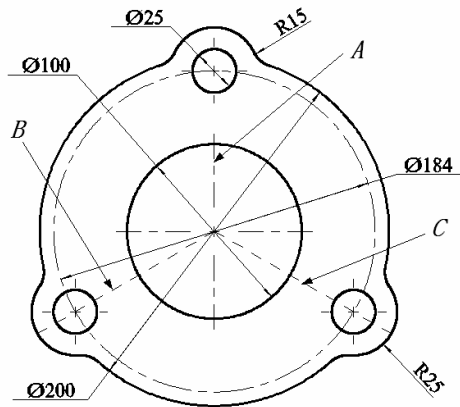

图2-7 盘类零件轮廓
【练习2-5】：草绘盘类零件轮廓，如图 2-7 所示。
1. 做 3 条互成 120° 的结构中心线 A 、 B 、 C ，再草绘 $\varnothing 184$ 的圆（为 3 个孔和 3 个凸缘定位），如图 2-7 所示。
2. 将 $\varnothing 184$ 的圆改为结构圆。选取 $\varnothing 184$ 圆（颜色变红），选择主菜单中的【编辑】/【切换结构】命令，黄色实线变成灰色虚线，成为结构圆，如图 2-7 所示。